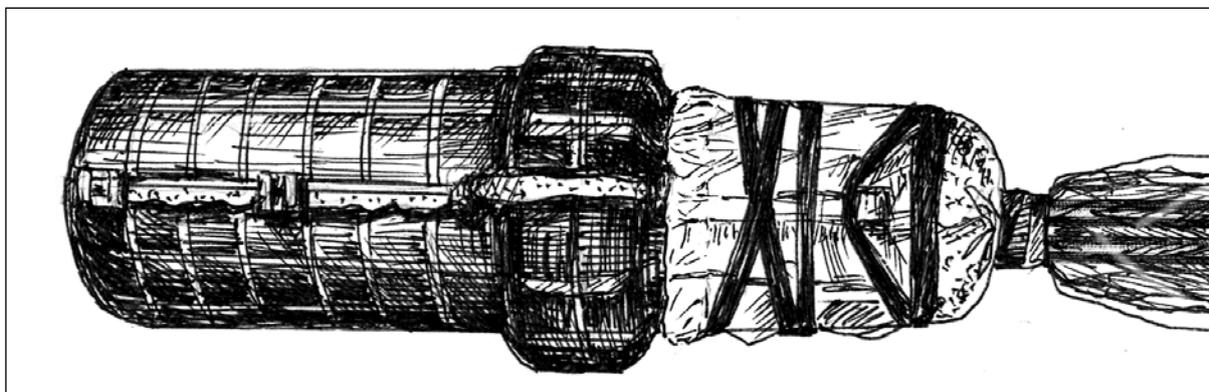

Рис. 3.7. Смонтированная муфта МПЗ
3.8. Расширившийся герметик заполнит свободную часть рукава и начнет выходить через зазоры между скрепленными полумуфтами МПЗ, что является нормальным процессом. Примерно через 50-60 мин. выделение герметика приостановится. На рис. 3.7 показана смонтированная муфта МПЗ.